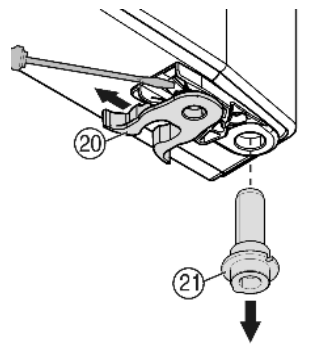

Fig. 9
- ▶ Pružinovú zvierku Fig. 9 (20) premiestnite: Zaisťovací jazýček potlačte nadol, ponad ňu stiahnite pružinovú zvierku.
- ▶ Ložiskový čap Fig. 9 (21) vytiahnite z puzdra dverí a spolu s podložkou nasadte na opačnej strane. Zaisťovací jazýček musí smerovať na vnútornú stranu dverí, drážka na vonkajšiu stranu.
- ▶ Dvere dolu zasunite a ložiskový čap Fig. 9 (21) nasadte do ložiskovej konzoly. Prípadne ložiskový čap potočte tak, aby mohol zaklapnúť.